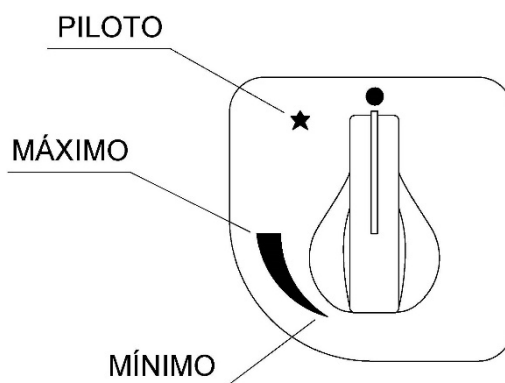

Fig. 22
- Allumage de la flamme pilote du brûleur ouvert, appuyez sur le bouton 1 fig. 22, puis tournez dans le sens antihoraire jusqu'à la position **PILOT**. Sans cesser d'appuyer sur le contrôle de la soupape de sécurité, tout en rapprochant une flamme du pilote, elle restera allumée, maintenez la commande enfoncée quelques secondes sans la relâcher, vérifiez que la veilleuse est allumée, sinon répétez cette opération.
- Allumage de la flamme pilote de la « plaque radiante » du brûleur couvert et **non couvert**, appuyez sur le bouton fig. 22, et tournez dans le sens antihoraire en position **PILOT**. tout en continuant à appuyer sur le contrôle de la soupape de sécurité, appuyez simultanément sur le contrôle piézoélectrique pour que le pilote soit allumé, Maintenez la commande enfoncée quelques secondes sans la relâcher, vérifiez que le voyant est allumé, sinon répétez cette opération.
- Allumage du combustion. Appuyez à nouveau sur le contrôle de la soupape de sécurité en Fig. 22 et tournez-la dans le sens antihoraire à la position maximale, le brûleur démarrera et s'allumera. Si nous appuyons à nouveau et tournons dans le sens antihoraire jusqu'à atteindre l'arrêt, nous trouvons la position minimale, où la flamme sera minimale.